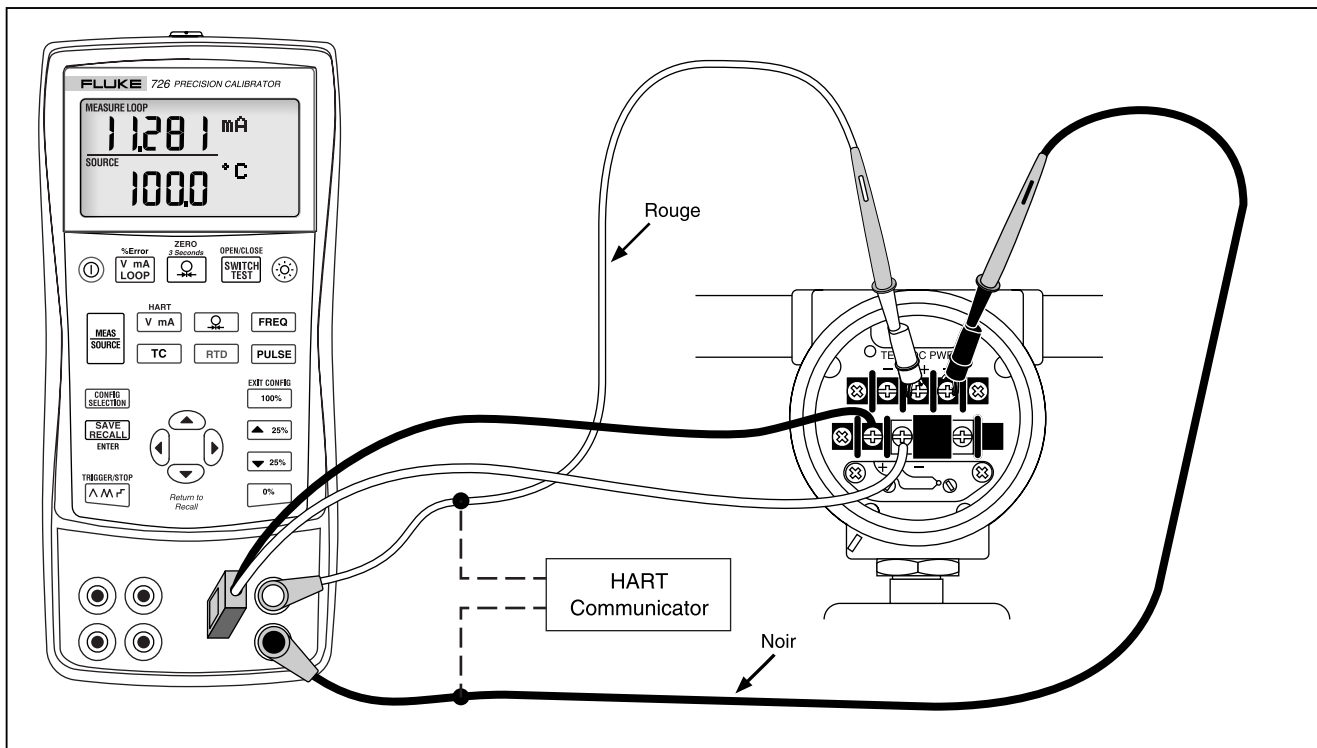

Figure 20. Calibrage d'un transmetteur de thermocouple
1. Raccordez le calibrateur à l'instrument contrôlé conformément à la figure 20.